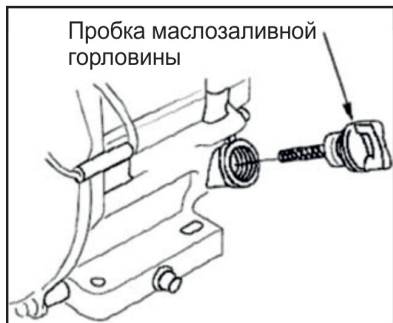

Рис. 10
2. Выкрутите пробку маслозаливной горловины (рис. 10);
1. Выкрутите пробку маслозаливной горловины (рис. 10);